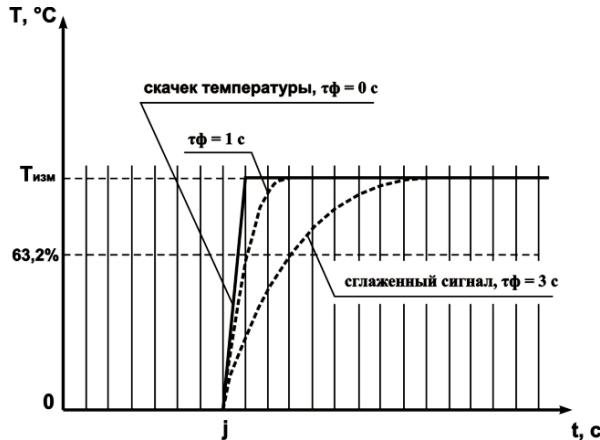

Рисунок 3.6
3.2.4.2 Цифровой фильтр устраняет шумовые составляющие сигнала, осуществляя его экспоненциальное сглаживание. Основной характеристикой экспоненциального фильтра является  $\tau_f$  – постоянная времени цифрового фильтра, параметр Fc1 (Fc2, Fc3, Fc4) – интервал, в течение которого температура достигает 63,2% измеренного значения Тизм (рисунок 3.6).